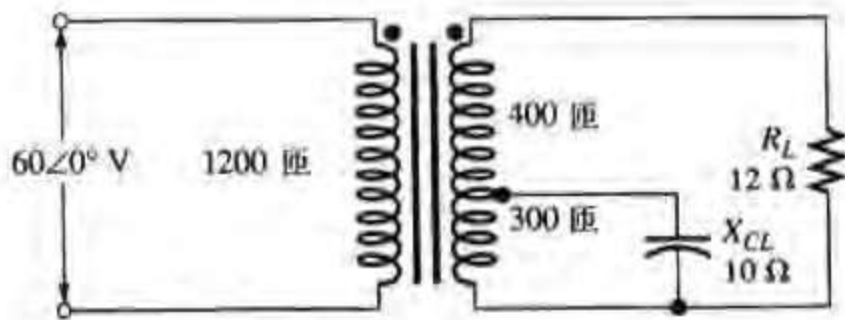

图 15.56
- * 31. 图 15.56 中变压器次级绕组带有抽头和负载, 求下列问题: